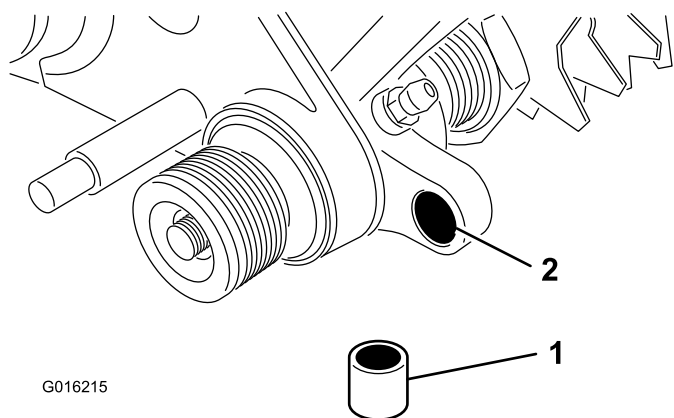

図 11
26. グルーマ駆動アセンブリの穴にブッシュを挿入する 図 11。